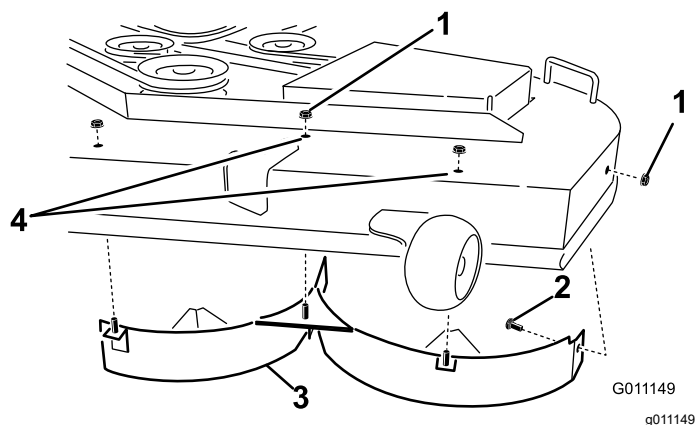

Figura 17
4. Rimuovete i 3 dadi di bloccaggio (5/16") fissati sui perni saldati del deflettore sinistro in posizione centrale, a sinistra del centro ed estrema sinistra, sulla parte superiore del piatto di taglio (**Figura 17**).
5. Rimuovete il bullone a testa tonda e il dado di bloccaggio che fissano il deflettore sinistro al lato del piatto di taglio (Figura 17).
6. Staccate il deflettore di sinistra dal piatto di taglio (Figura 17).
7. Individuate i 2 bulloni tra le parti sciolte e utilizzate i dadi di bloccaggio esistenti e montate questi elementi di fissaggio nei fori illustrati nella Figura 17, sul piatto di taglio, per prevenire il rischio di detriti volanti.